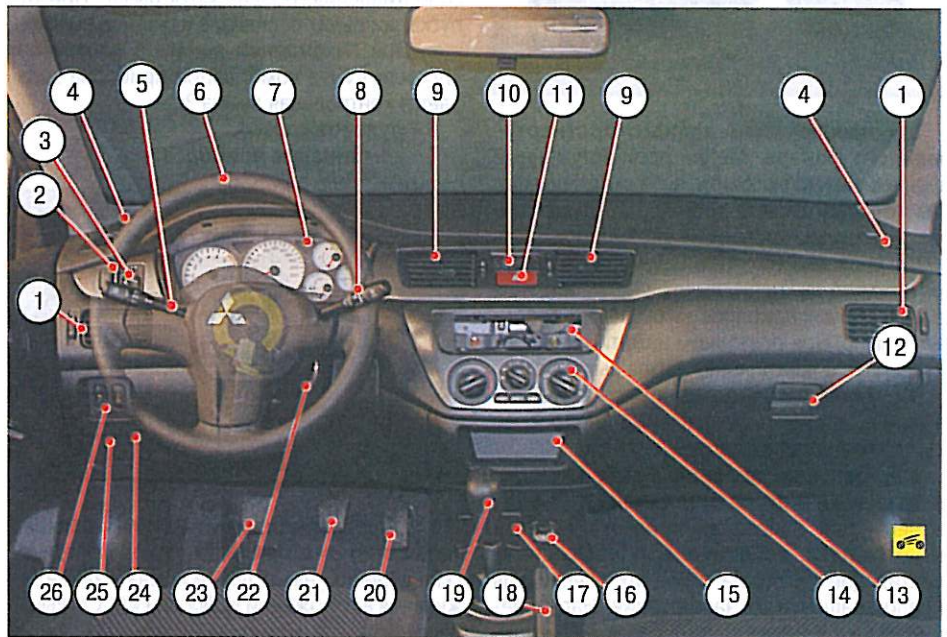

Рис. 1.7. Панель приборов и органы управления
Расположение органов управления соответствует нормам и правилам по безопасности ЕЭК ООН и показано на рис. 1.7. Для удобства
**1 – боковые сопла системы вентиляции и отопления салона** (см. рис. 1.7). Предназначены для направления потока воздуха из отопителя, кондиционера или системы вентиляции. Направление потока воздуха изменяют поворотом рукоятки, установленной в центре сопла (вправо-влево), или самой решетки (вверх-вниз). Слева (справа – у правого бокового сопла) от решетки установлена рукоятка для регулировки количества воздуха, подаваемого через сопло. При повороте рукоятки до упора вверх заслонка полностью открывается (максимальный поток воздуха). При повороте рукоятки до упора вниз заслонка полностью закрывается, перекрывая поток воздуха. Устанавливая рукоятку в промежуточные положения, регулируют величину потока воздуха.